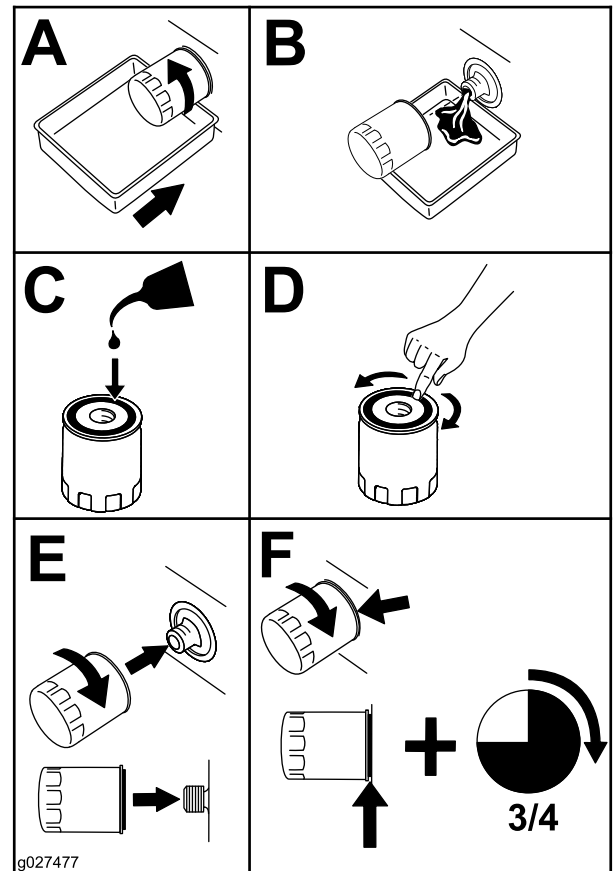

Bild 49
2. Wechseln Sie den Motorölfilter (Bild 49).